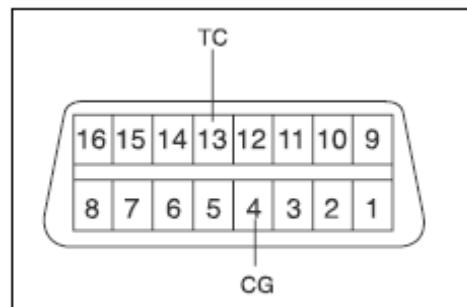

Рис. 20
Соедините накоротко контакты 13(TC) и 4(CG) разъема диагностики неисправностей (DLC3) с помощью специального инструмента (SST). (См. Рисунок 20)